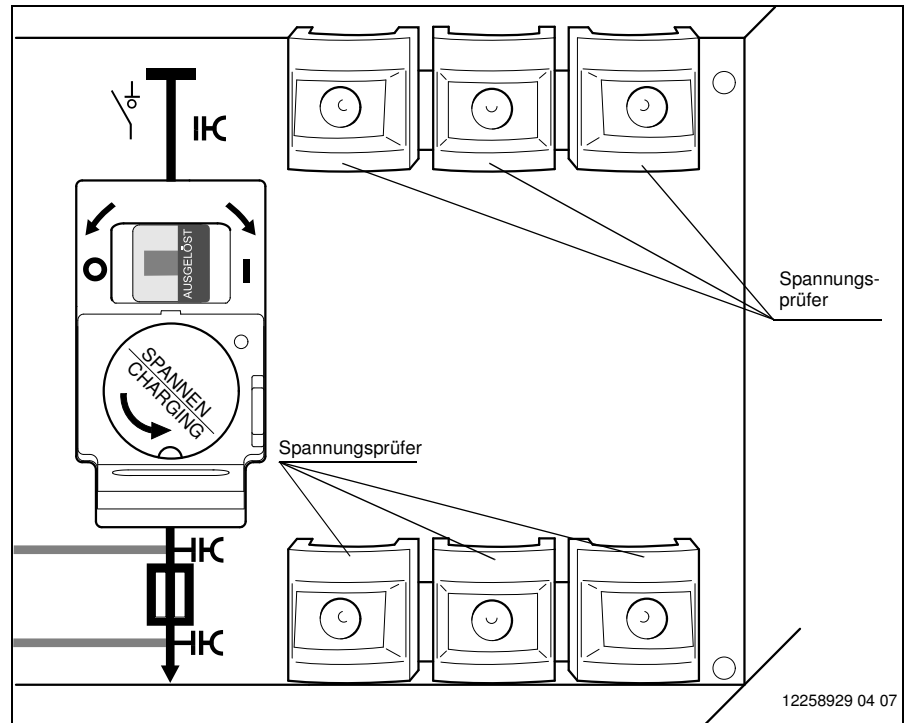

Bild 113
- 2.** 3 Spannungsprüfer (siehe Tabelle 4, Kapitel 4.9) in die Messbuchsen stecken. Bei Trafofeldern der Feldausführung mit oberer und unterer Messleiste 6 Spannungsprüfer in die Messbuchsen stecken (Bild 113).